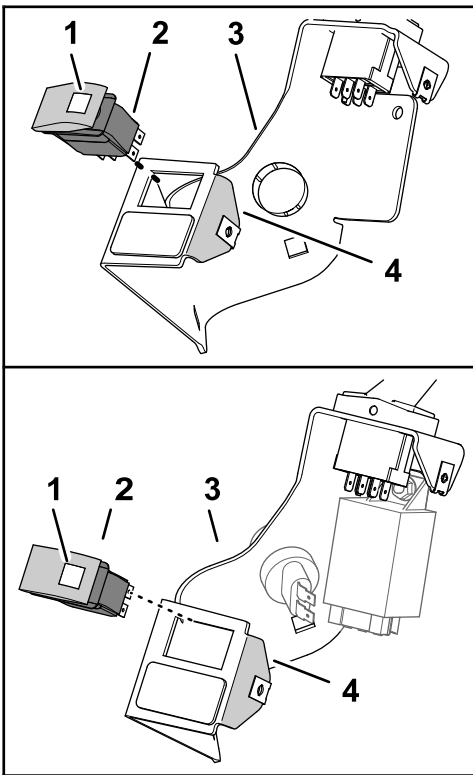

Figura 9
- Monte el interruptor basculante en el soporte de la columna con la luz del interruptor orientada hacia la pestaña corta del soporte (Figura 9).